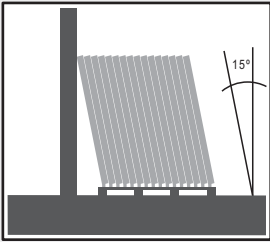

Figura 1 - Detalhe do armazenamento das esquadrias.
- As esquadrias devem ser armazenadas em pé, na mesma posição de instalação, num ângulo aproximado de 15 graus e sem o contato direto com o piso irregular. Caso seja necessário, utilize um apoio de madeira, conforme figura 1.